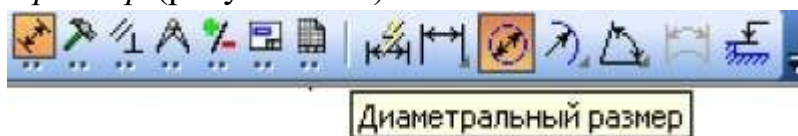

Рисунок 4.24 – Выбор Диаметрального размера
23. Размер $\text{Ø}40$ на виде сверху проставьте с помощью пиктограммы *Диаметральный размер* (рисунок 4.24).